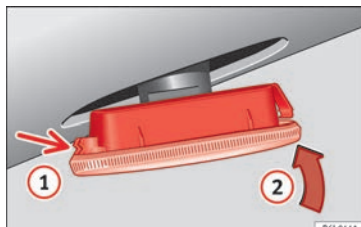

Abb. 202 Seitliche Blinker.
- Setzen Sie den Lampenträger durch Einrasten der Halterungen (1) » Abb. 202 zuerst in die Aufnahme in der Karosserie und anschließend in Pfeilrichtung (2) » Abb. 202 ein.